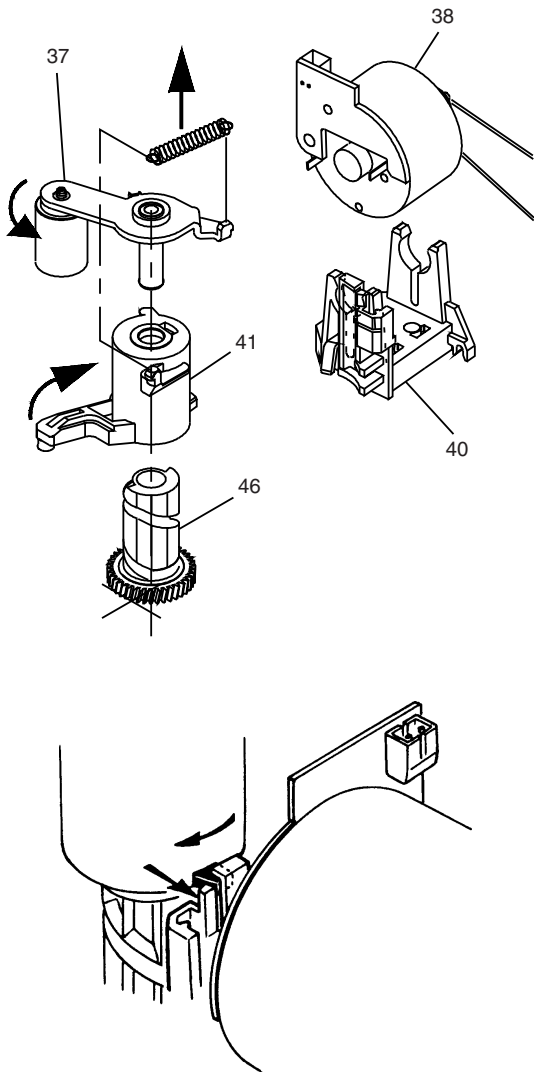

Figura 10-7
Rilasciare la guida del rullo pressore (pos. 41) ruotandola in senso orario per circa 1/4 di giro, sganciandola contemporaneamente dal clip posto sul „motor holder“ (pos.40) sfilarla verso l'alto. (vedi figura 10-7).